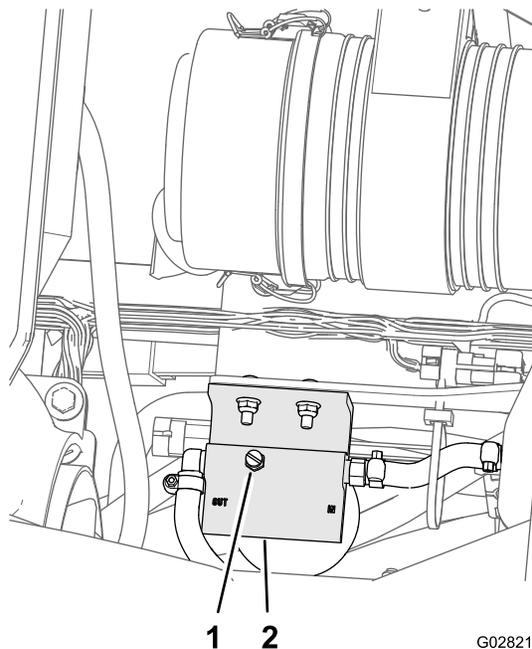

Figura 74
5. Desaperte o tampão de ventilação na parte superior do separador combustível/óleo (Figura 74).
7. Aperte o tampão de ventilação e rode o interruptor da ignição para a posição DESLIGAR (Figura 74).